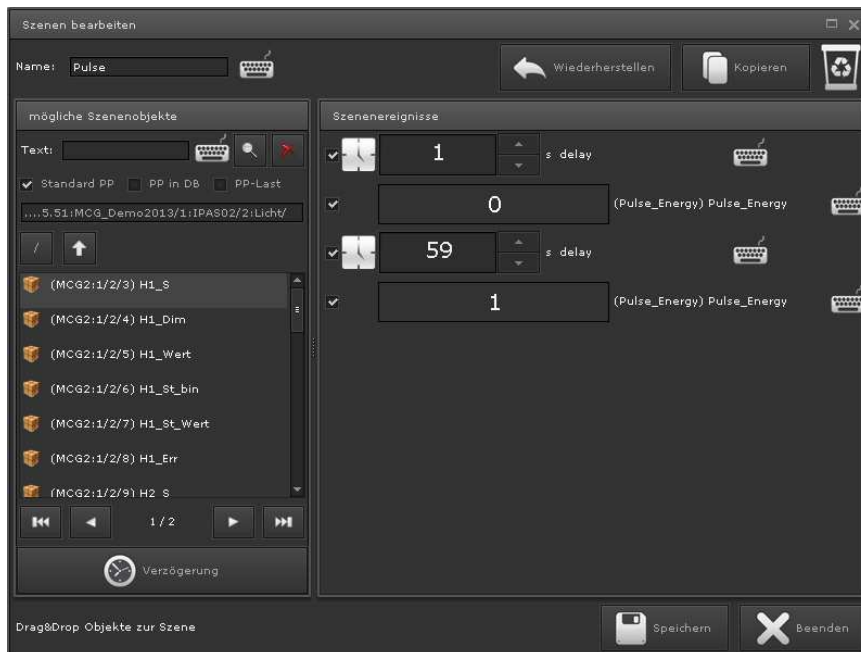

Abbildung 87: Online-Szeneneditor
-  öffnet den Szeneneditor (Abbildung 87:Abbildung 87) zur Bearbeitung der Szene.